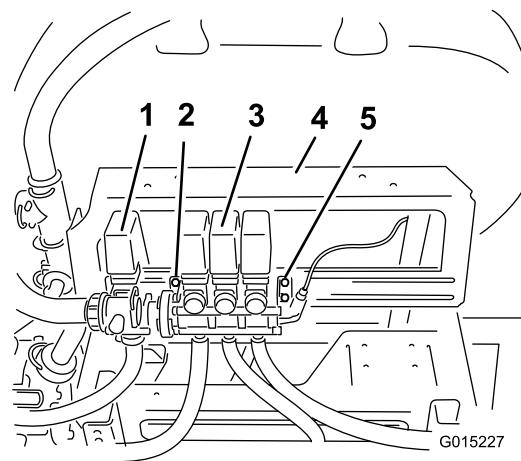
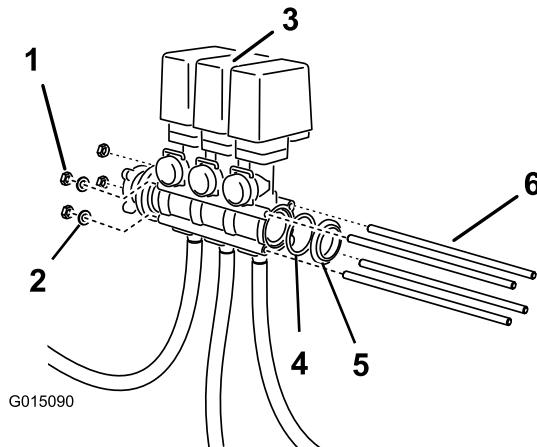

図 4
図 6
1. ブーム・バルブ・アセンブリを右側取り付けブラケットに固定しているボルトをゆるめる (外さないこと) (図 4)。
8. ブーム・バイパス・バルブのボディについている穴に、ねじ山付きのロッドを通し、取り付けレールに近い方のロッド 2 本について、左側取り付けブラケットに通す(図 4 と 図 6)。